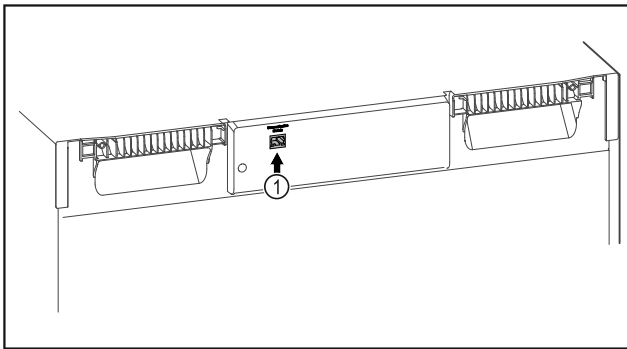

Fig. 105
- ▣ SmartModule Fig. 105 (1) установлен.